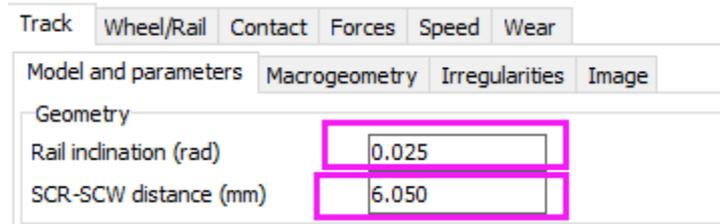

图 037-7
6、因此，我们应当在 UM Simulation 仿真界面设置轨底坡 $\alpha=0.025rad$ ，SCR-SCW distance (δ) = $6.05mm$ ，如图 037-7 所示。